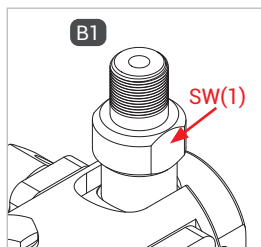

Abbildung 1
- ▶ Halten Sie beim Montieren des Füllschlauches an der Schlüsselbohrung SW(1) (Abbildung 1) mit einem Gabelschlüssel gegen.
- ▶ Verschrauben Sie die Betriebsmedienzuleitung „B1“ druckdicht mit dem Anschluss des Füllschlauches (Abbildung 1).